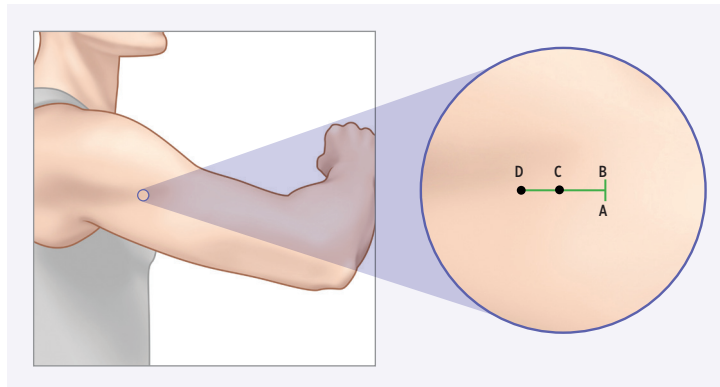

Bild 1
Lokalbedövning (ungefär 2 ml lidokain) bör injiceras ungefär 5 mm längs planerat snitt (längs AB) och ungefär 30 mm vinkelrätt mot planerat snitt (längs CD) som är den tänkta linjen med troakaren. (Bild 1).
1. När insättningsstället är tillräckligt bedövat gör du ett ca 5 mm långt snitt på insättningsplatsen, så att du kan skapa en subkutan ficka ungefär 3–5 mm under huden. Börja snittet vid punkt B (bild 1) och gå mot punkt A, tills snittet är ungefär 5 mm.
2. Ta bort troakaren från brickan och för in troakaren i ca 45 graders vinkel mitt emellan A och B (bild 1 och 2) så att spetsen och den avfasade delen på troakaren hamnar under huden, och tills insättningsskydden ligger an mot huden.